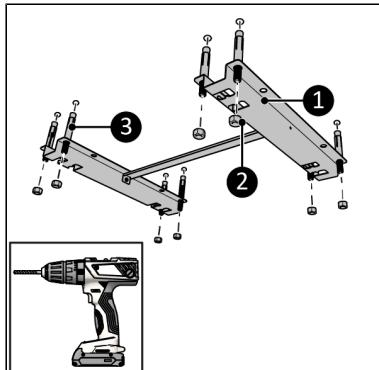

Figure 78.
4. Placez le support contre le plafond et marquez les huit trous (Figure 78).
6. Placez les boulons d'ancrage (Figure 78, pos. 3).
7. Serrez le support (Figure 78, pos. 1) contre le plafond avec les huit écrous (Figure 78, pos. 2).